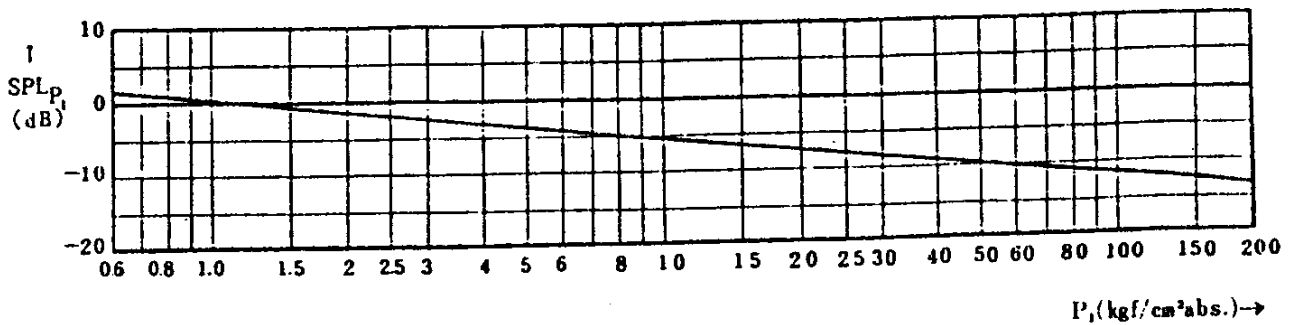

图8 调节阀进口侧压力噪音声压级的修正值
SPL_{P1} = 根据阀进口侧压力所整理出来的值（参照图 8）
计算出 SPL_{P_1} ----- 用 P_1 从图 8
$\text{SPL}_{\text{pl}}=-6 \text{ dB}$ ($P_1=10 \text{ kgf/cm}^2 \text{ (A)}$ ---- 图 8)